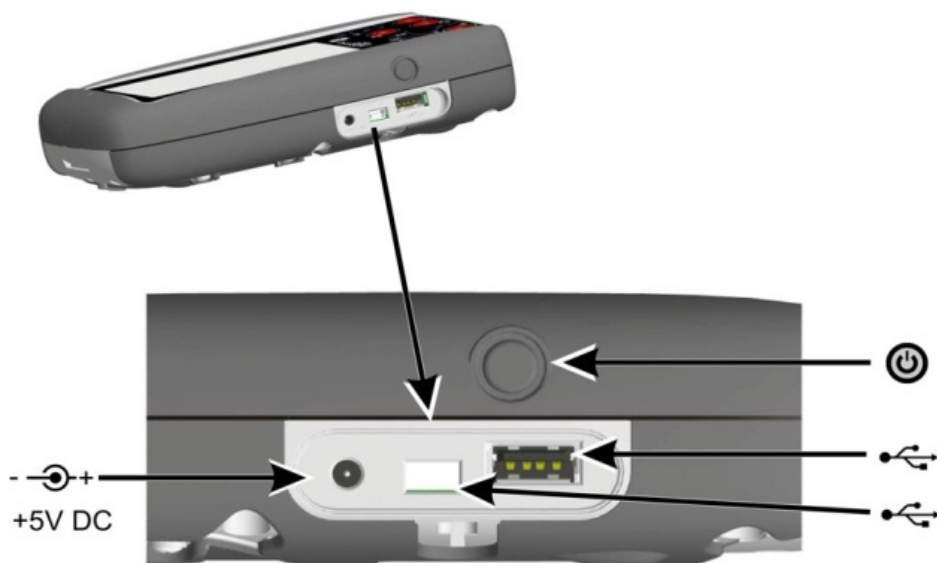

Рисунок 1-2
- 1. Подсоедините источник питания постоянного тока к разъему +5 В пост. тока на боковой панели устройства (см. рисунок 1-2).
- 2. Аккумулятор также можно зарядить с использованием соединений типа USB (см. рисунок 1-2).
Из выключенного состояния сразу нажимайте кнопку питания до тех пор, пока не загорится дисплей (см. рисунок 1-2).